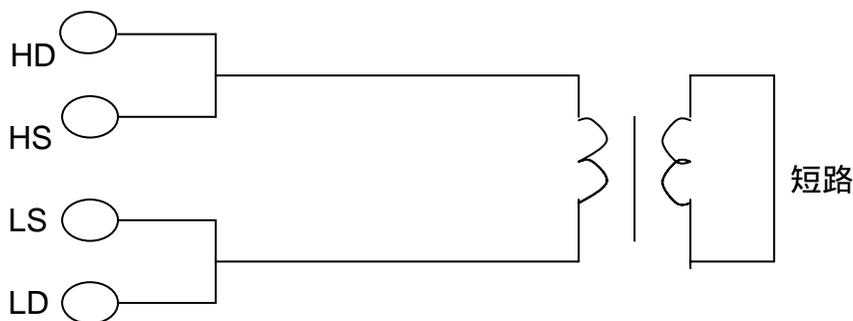

图 3-7 漏电感的测量
**漏电感的测量。**将次级短路测量初级电感量,可测量得到漏感量。见图 3-7。